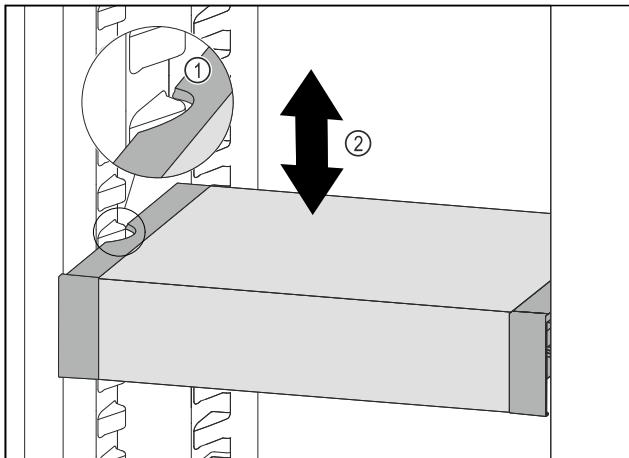

Fig. 105
- Trageți în față VarioSafe, până când degajările laterale ale VarioSafe se află la înălțimea nervurii recipientului din frigider. Fig. 105 (1)
- Mișcați în sus sau în jos VarioSafe în frigider, până când este atinsă înălțimea dorită. Fig. 105 (2)